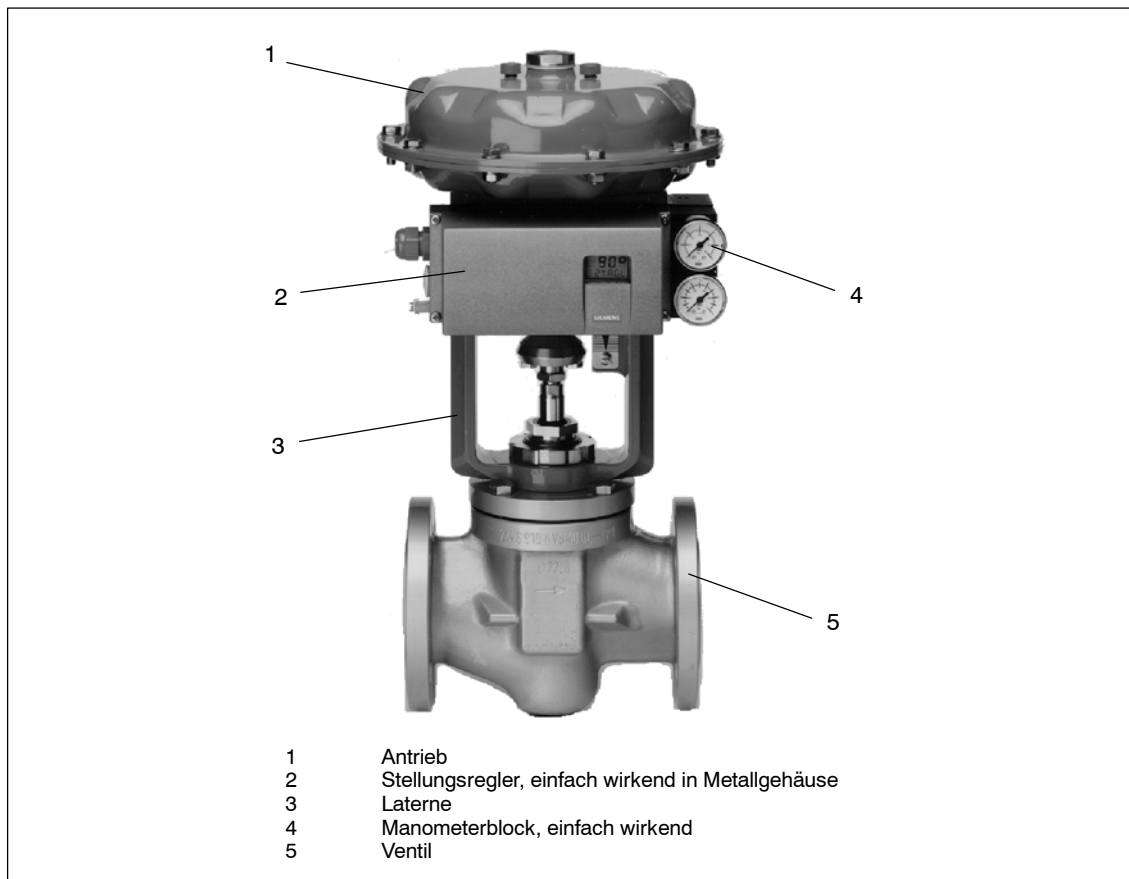

Bild 1-1 Stellungsregler angebaut an **Schubantrieb** (einfach wirkend)
- mit Schubantrieb (Bild 1-1, Seite 15) oder